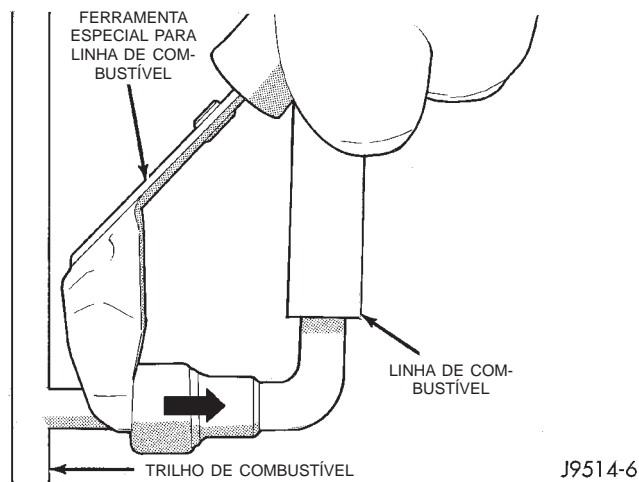

Fig. 21 Desconexão da Linha de Combustível
- (5) Deslize o prendedor de lingüeta em direção ao trilho de combustível, levantando-o com uma chave de fenda, simultaneamente.
- (6) Insira uma ferramenta especial para retirada da linha de combustível (de Encaixe Instantâneo número FIH 9055-1 ou equivalente) dentro da linha de combustível (Fig. 21). Use essa ferramenta para soltar os dedos de travamento na extremidade da linha.
- (7) Com a ferramenta especial ainda inserida, retire a linha de combustível do trilho de combustível.
(8) Após desconexão, os dedos de travamento irão permanecer dentro do encaixe de conexão rápida na extremidade da linha de combustível.
(9) Antes de conectar a linha de combustível ao trilho de combustível, verifique a condição dos dois encaixes. Limpe as peças com um pano que não solte fiapos. Lubrifique com óleo de motor limpo.
(10) Insira a linha de combustível no trilho de combustível até ouvir um "clique".
(11) Instale o prendedor de lingüeta (embutideiras na posição). **Se o prendedor de lingüeta não se encaixar, isto indica que a linha de combustível não está propriamente instalada no trilho de combustível. Verifique novamente a conexão da linha de combustível.**
(12) Verifique a condição de travamento, puxando com força o tubo de combustível e o encaixe (15-30 lb.).
(13) Conecte o cabo negativo da bateria à bateria.
(14) Dê partida no motor e verifique a existência de vazamentos.